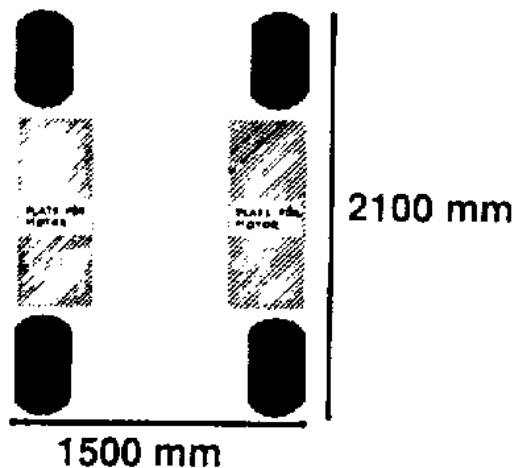

Fig. 6. Alternativ motorplacering (streckade fält). Maxi-mått bredd och längd.
- Vevhuset med, växellådan integrerad, ska härstamma från en serietillverkad motorcykelmotor eller ATV och ska finnas att köpa inom NEZ-zonen. Ingen motor får vara nyare än det år som tävlingarna ingår i. Motorn ska placeras på höger eller vänster sida om föraren. (Se Fig. 6)